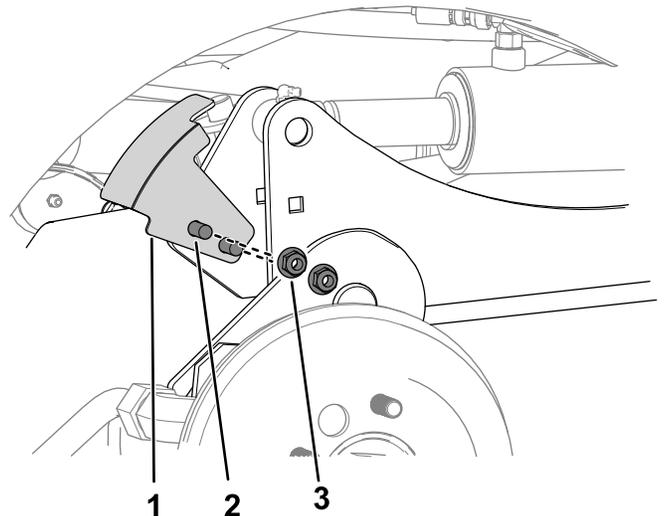

図 8
5. キャリッジボルト2本とナット $\frac{3}{8}$ "2個を使用して、センサーブラケットを右昇降アームに固定する **図 8**。